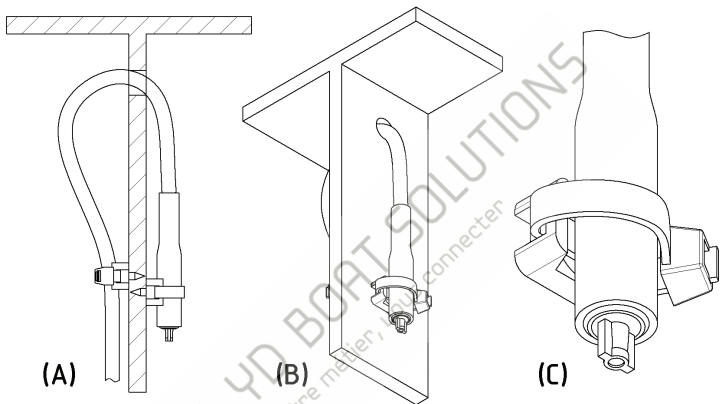

Figure 1. Capteur fixé avec les coussinets fournis et les colliers en plastique.
2. À l'abri debout sur des catamarans et des bateaux à moteur.Vous pouvez fixer un capteur avec les électrodes fournies et les agrafes en plastique, comme illustré à la figure 1.